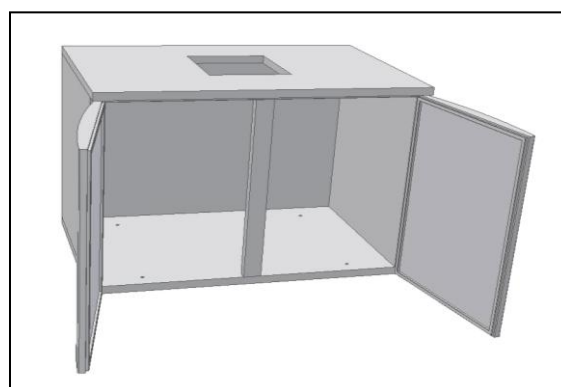

Fig. 9
- Fixar o **pilar** aos painéis do tampo e do fundo (Fig.9);